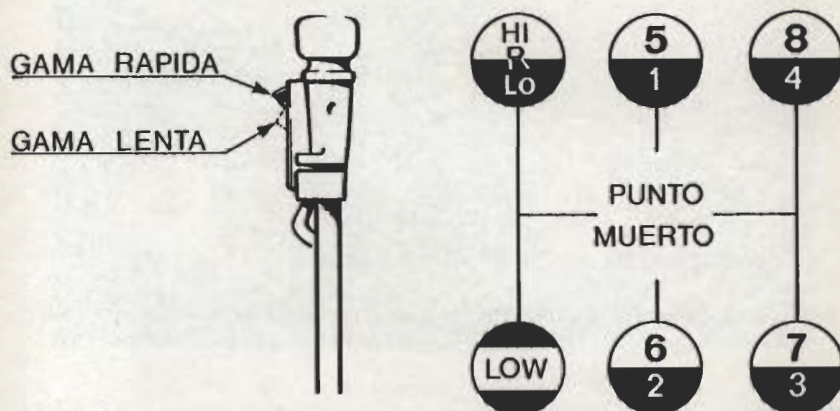

Fig. 1.9. — Posiciones de la palanca de accionamiento del C.V.
- 2.º Colocar la palanca de la válvula mando freno estacionamiento y emergencia en la posición de marcha («frenos aflojados») (Fig. 1.9). Mediante esta operación el aire penetra en las cámaras MGM y vence la fuerza de los muelles que mantienen frenado el vehículo.